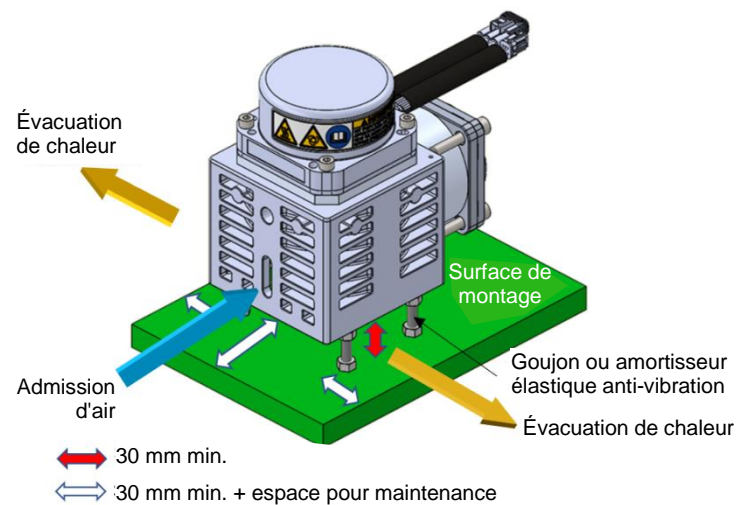

Figure 1
- Utilisez un amortisseur élastique anti-vibration si une importante quantité de vibrations est transmise à la surface de montage. Voir Figure 1. pour référence.